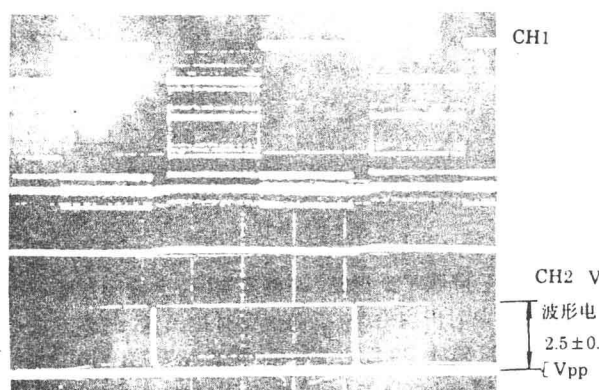

图 7 VSS 电平
(1) VSS(场同步脉冲)电平确认: LINE IN 输入 PAL 彩条信号, 示波器 CH1 接 PS301(1), 示波器 CH2 接 PS301(4), 要求: VSS 电平 = $2.5 \pm 0.5\text{V}_{\text{p-p}}$ 。见图 7 所示。